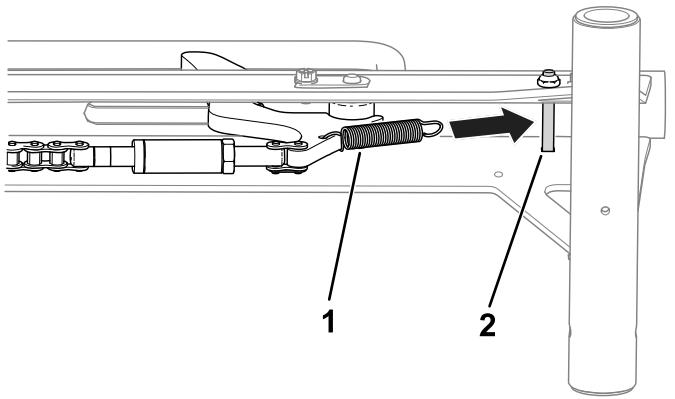

**Figure 4**
6. Utilisez un maillon de la chaîne pour fixer le tendeur de maillon sur la butée de roue (Figure 4).